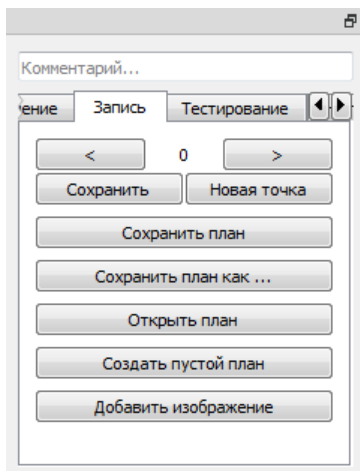

Рисунок 12. Внешний вид вкладки создания плана тестирования
- В разделе «запись» можно создать план тестирования, для снятия ВАХ эталонной платы (рисунок 12). Более подробная инструкция по работе с планом тестирования будет описана в отдельном разделе.
1. Для создания плана тестирования, перейдите во вкладку «запись» (рисунок 12).